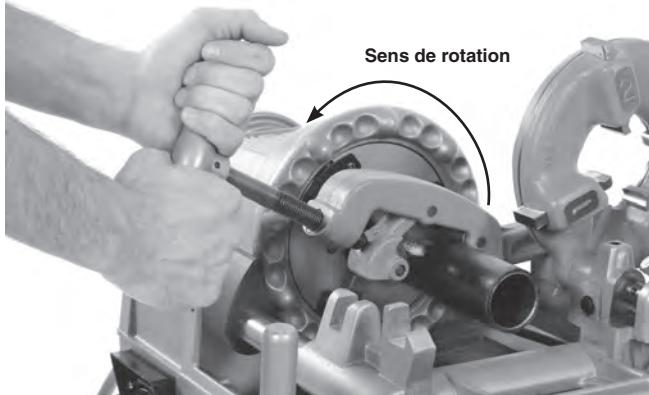

Figure 11 – Utilisation du coupe-tubes n° 732
3. Mettez l'interrupteur Marche/Arrêt (I/O) en position marche (I).
4. Prenez la poignée de la vis d'avancement du coupe-tubes des deux mains (*Figure 11*).